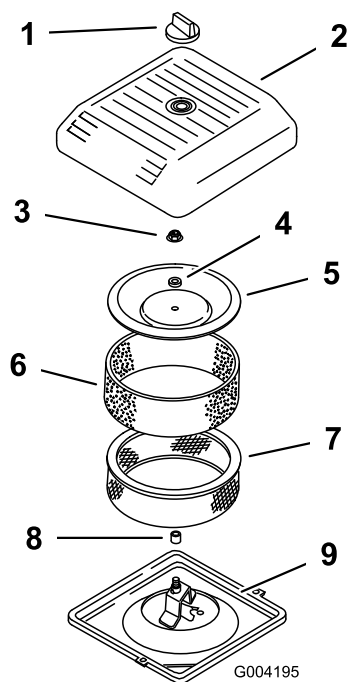

图41
3. 拧下旋钮并取下空气滤清器盖图41。
4. 小心将泡沫预滤器滑出纸质滤芯图41。
5. 拧下护罩螺母并取下护罩、隔片和纸质过滤器图41。
- 将空气滤清器总成放到空气滤清器基座上 (图41)。
- 安装护罩、隔片、并使用护罩螺母固定 (图41)。上紧螺母扭矩至 11N·m。
- 安装空气滤清器盖、使用旋钮固定 (图41)。